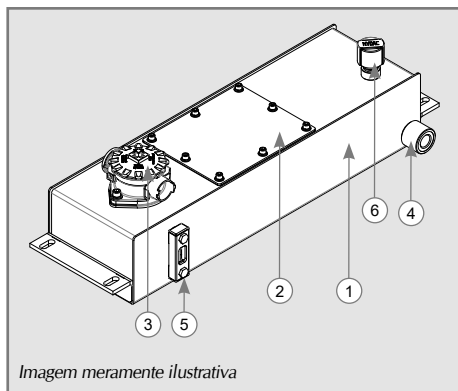

Figura 6
- ✓ Para inserir óleo no tanque hidráulico (1), no TR 2000 e TR 1500 proceda da seguinte forma:
- Remova a tampa de entrada de óleo (6), e com a ajuda de um funil abasteça 18 litros de óleo VG68. Confira o nível de óleo pelo visor (5) e após abastecer, verifique se há vazamentos na saída da mangueira (4). Se precisar fazer limpeza abra a tampa (2) soltando os parafusos, note que após abrir a tampa, a mesma precisa ser colada com cola de junta para evitar vazamentos. No filtro de retorno (3) existe um indicador de saturação que fica vermelho quando precisa ser trocado, conforme Figura 6, para troca consulte um assistente TRAPP.